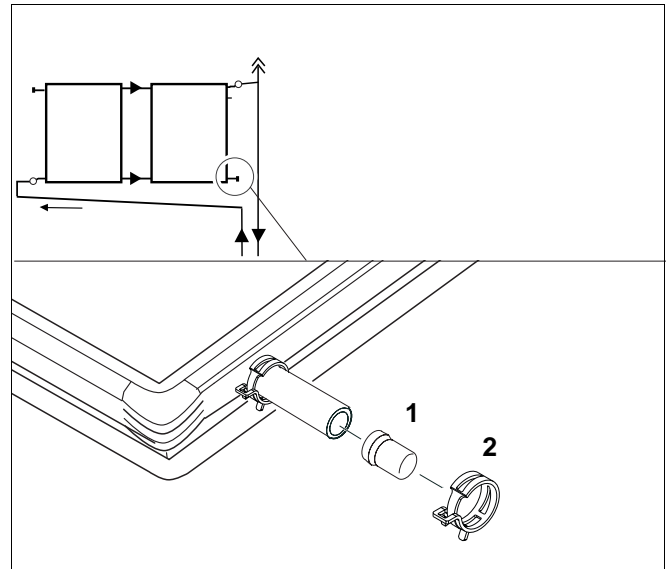

Abb. 22 Anschluss der Kollektoren (Blindstopfen)
- Hierzu den Blindstopfen (Abb. 22, Pos.1) mit der Wulst zuerst in den kurzen Solarschlauch einstecken.
- Schieben Sie die Federbandschelle (Abb. 22, Pos.2) bis zur Wulst des Blindstopfens (Abb. 22, Pos.1). Ist der Sitz der Federbandschelle korrekt, können Sie den blauen Sicherungsring ziehen.